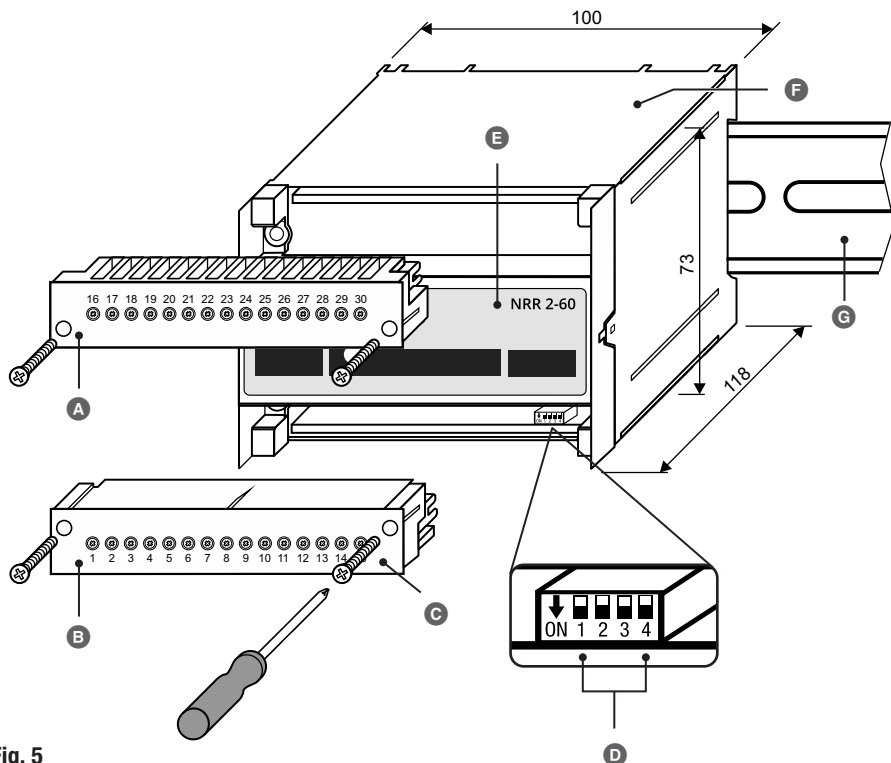

Fig. 5
Si es necesario, puede modificar en cualquier momento la tasa de baudios y el grupo regulador del regulador de nivel NRR 2-60 en el interruptor de codificación  (véase **Fig. 5**).
2. Desenrosque la regleta de bornes inferior y extraerla, véase **Fig. 5**.
3. Lleve a cabo los ajustes deseados en el interruptor de codificación  (véase **Fig. 5**), Véase la página 23, **Fig. 9**.
Para el funcionamiento deben determinarse en el interruptor de codificación  Fig. 5 el grupo regulador y la tasa de baudios para el regulador de nivel. Al conectar los diferentes electrodos de nivel y con la parametrización correspondiente en el dispositivo de mando y visualización URB 60 se obtienen las funciones deseadas del regulador.